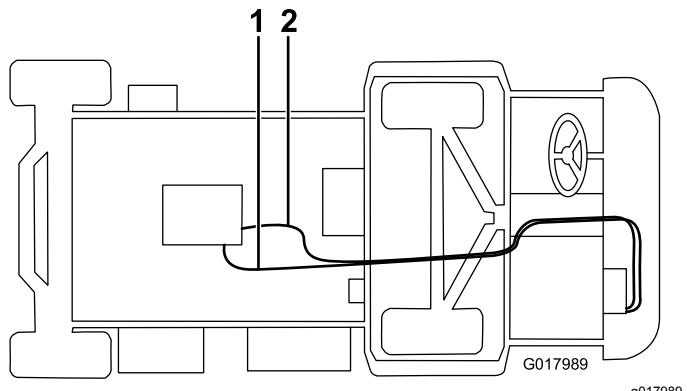

図 18
5. ホースクランプを使ってヒーターバルブに長いホースを接続し、このホースを車体下部からアクスルの上を通し、ストレートフィッティングまで引き込む図 18。ホースの長さが余っている場合は切斷する。
6. ホースクランプを使って、短いホースを補給口へ接続し、このホースをヒーター ブラケットの R クランプに通し、下ラジエター ホースの字フィッティングにクランプで固定する図 18。ホースの長さが余っている場合は切斷する。